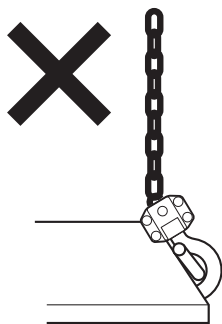
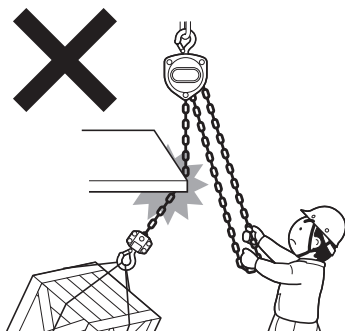

図6
図7
(15) フックに荷を掛けるときは、必ずフック中心の正しい位置に掛けるように使用してください。
(16) フックの先端で絶対に荷をつってはいけません。図6
(17) フックや本体を支点にして使用しないでください。
(18) 上下フックに損傷や変形がある物は使用しないでください。
(19) ロードチェーンが変形したり傷付いたチェーンブロックは絶対に使用しないでください。
(20) ロードチェーンを鉄板等の角に当てて操作しないでください。図7